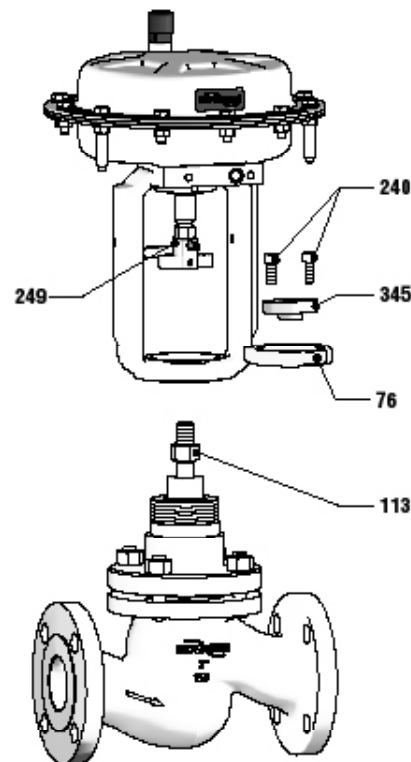

Figura 8: Saque el actuador
4. Gire la contratuerca (113) en sentido horario para aflojarla. No permita que gire el acoplamiento superior (249) asegurándolo con una llave (Vea la Figura 8: Saque el actuador).
5. Gire los tornillos (240) en sentido antihorario para aflojarlos.
6. Gire la contratuerca del yugo (76) en sentido antihorario para aflojarla.